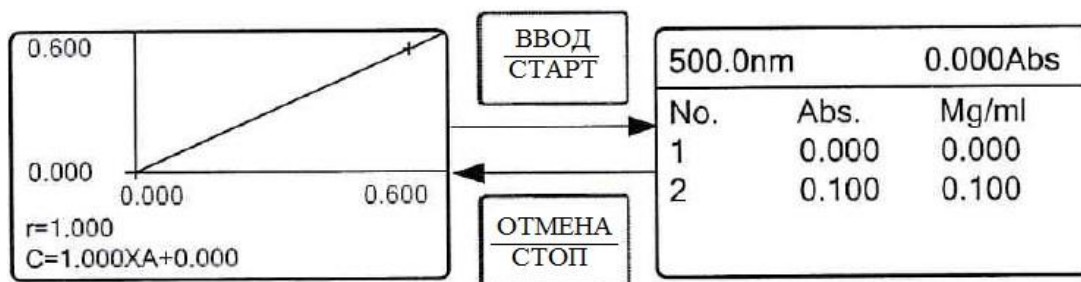

Рисунок 19. Измеренные значения концентраций
2.4.2.7. Прежде чем начать измерения, нажмите кнопку “ВВОД/СТАРТ” в режиме отображения градуировочного графика, при этом на дисплее появится окно в виде таблицы (Рисунок 19), где столбцы “N”, “Abs” и “Mg/ml” означают номер измерения, измеренную оптическую плотность, вычисленное значение концентрации.